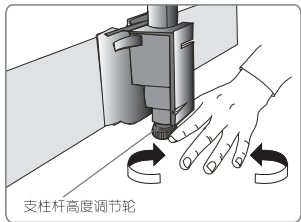

图 29
4. 逆时针旋转拉杆高度调节轮，使拉杆高度调节轮脱离地面并完全收合。（如图 29）（注意：如没有将拉杆高度调节轮完全收合时，有可能会损坏银幕。）